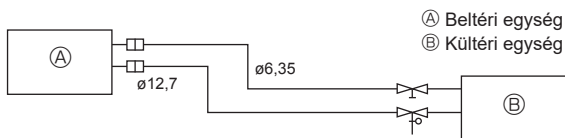

Fig. 5-2
(1) Az alábbi táblázat a kereskedelemben kapható csövek specifikációit mutatja be. (Fig. 5-2)